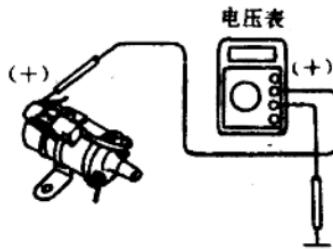

图 1-4 检查低压线圈是否接铁
3. 检查低压线圈是否接铁 将点火开关接通,用电压表,使其正极(+)测试笔接点火线圈“+”接柱,负(-)测试笔接壳体,如图 1-4 所示,电压为 12 伏。